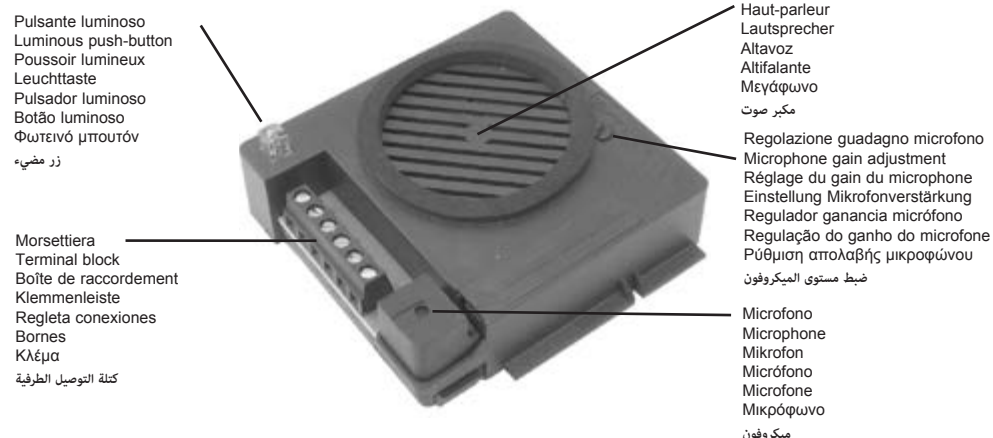

Fig. 1
- Aprire lo sportello con la freccia dell'Art. 930A (Fig. 1)
- Die Abdeckung mit dem Pfeil des Art. 930A öffnen (Fig. 1).
- Abrir la puerta con la flecha del Art. 930A (Fig. 1).
- Open the door with the arrow of Art. 930A (Fig. 1)
- Ouvrir la porte avec la fleche de l'Art. 930A (Fig. 1).
- Abrir a tampa do art. 930A (Fig. 1), de acordo com a seta.